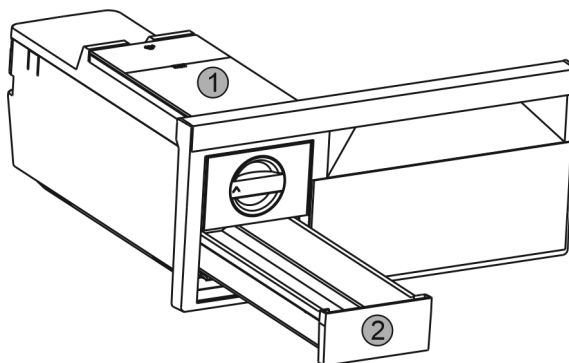

Fig. 26
- ▶ Vyměňte nádržku na vodu Fig. 26 (1) a zásuvku na kostky ledu Fig. 26 (2).